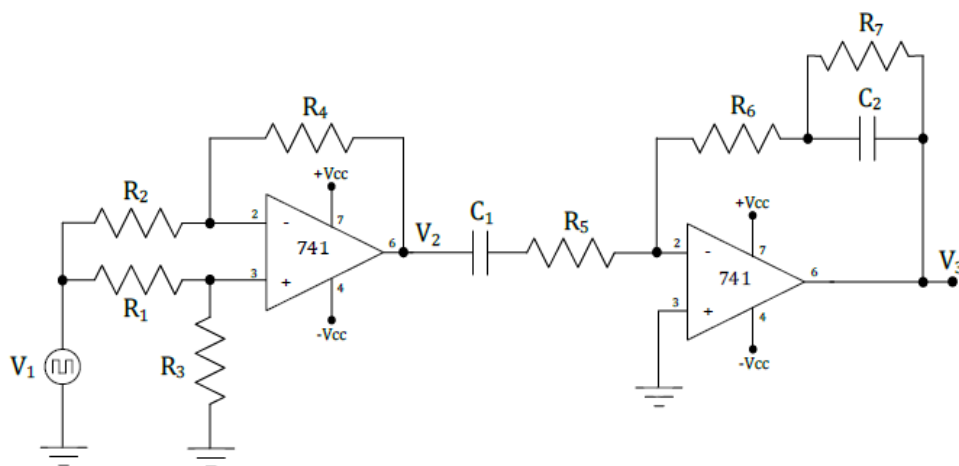

Figura 1 - Esquema de Montagem
Para a resposta às questões colocadas no dimensionamento, considere a montagem da Figura 1, em que $R_1=10\text{k}\Omega$, $R_2=1\text{k}\Omega$, $R_3=6,8\text{k}\Omega$, $R_4=3,9\text{k}\Omega$, $R_5=10\text{k}\Omega$, $R_6=51\text{k}\Omega$, $R_7=560\text{k}\Omega$; $C_1=1\mu\text{F}$, $C_2=10\text{nF}$ e 2 AMP 741.
4.3) Utilizando exclusivamente o software MATLAB/SIMULINK e tendo em conta o circuito da Figura 1, simule o circuito para as seguintes situações: